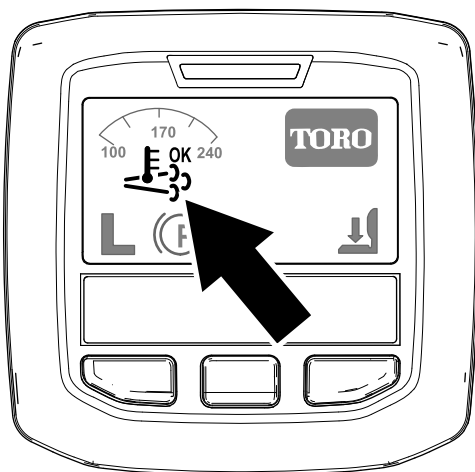

Figura 34
- Nell'InfoCenter viene visualizzata l'icona di rigenerazione assistita/ripristino (Figura 34).